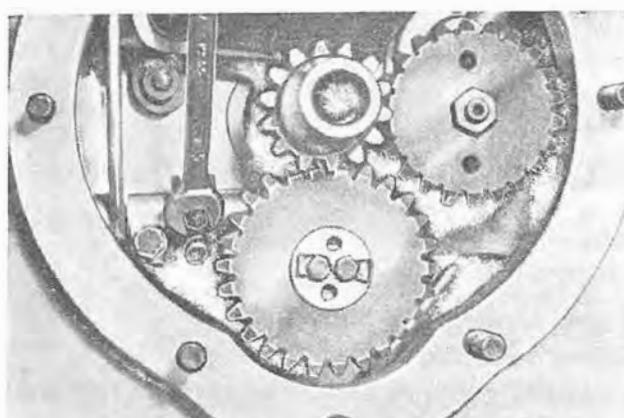

Fig. 63
- Passer les deux vis de fixation du ressort régulateur et levier de commande de pompe d'injection (fig. 63).